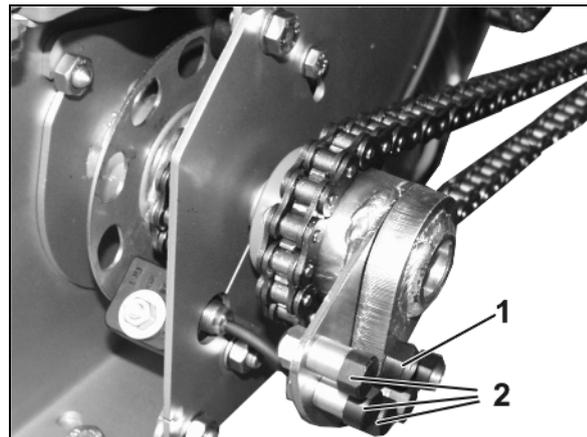

Fig. 65
Kommt es zum Blockieren der Dosierwalze durch Fremdkörper im Dosierer, schert eine Kunststoffschraube (Fig. 65/1) ab und der Antrieb wird zur Vermeidung von Schäden unterbrochen.
3. Ersatzschraube (Fig. 65/2) aus der Halterung nehmen.